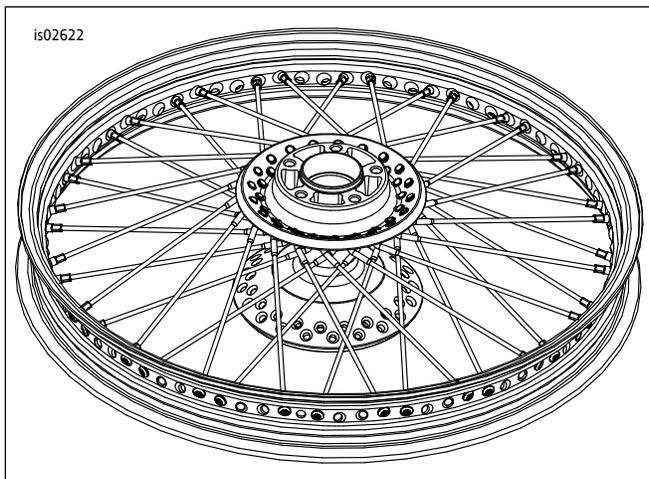

图6。安装内存辐条
5. 参见图6。将第一根内侧排辐条插入轮毂。逆时针倾斜辐条，并穿过四根外侧排辐条。组装辐条螺纹接头，但不要拧紧。